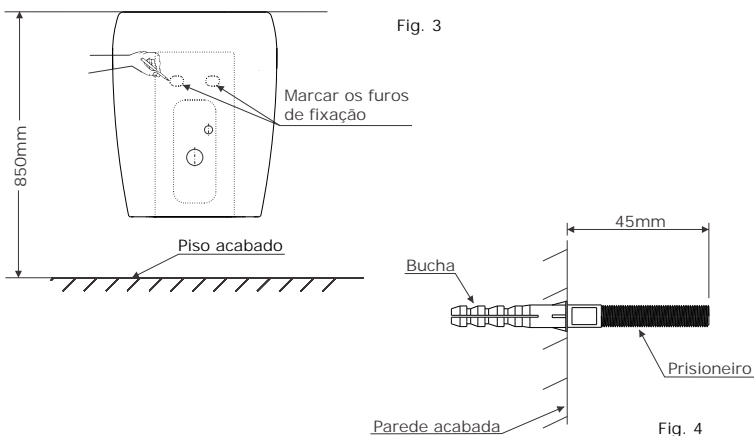

Fig. 4
- 3** \*Faça esta operação com ajuda de outra pessoa. Posicionar a borda superior do lavatório na linha anteriormente traçada e marcar os furos de fixação (Fig. 3). Retirar o lavatório e furar a parede com broca de 12mm, colocar as buchas plásticas e rosquear os prisioneiros deixando-os 45mm para fora da parede (Fig. 4). Instalar o sifão no ponto de esgoto conforme instrução de instalação contida na embalagem do sifão 1680.C.114.